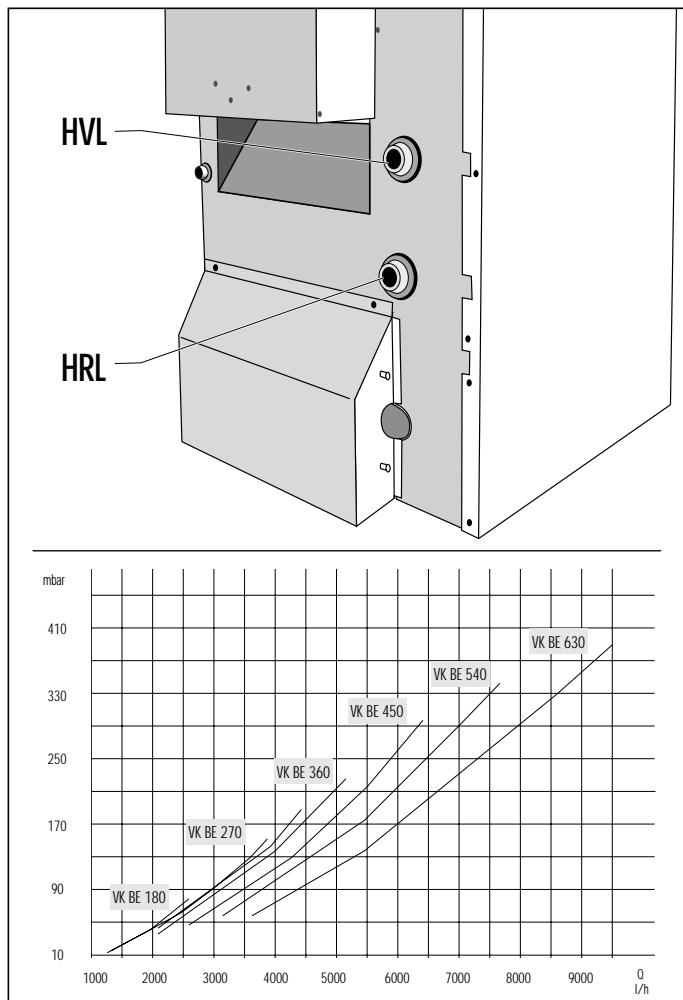

Abb. 4.2 Heizungsseitiger Anschluß; wasserseitiger Widerstand
- Den Heizungsvorlauf (HVL) und -rücklauf (HRL) entsprechend den Angaben in Abb. 4.2 installieren.
- De vertrek- en retourleidingen verwarming conform de gegevens op afb. 4.2 installeren en aansluiten.
- Monter le départ et le retour chauffage comme indiqué dans la fig. 4.2.